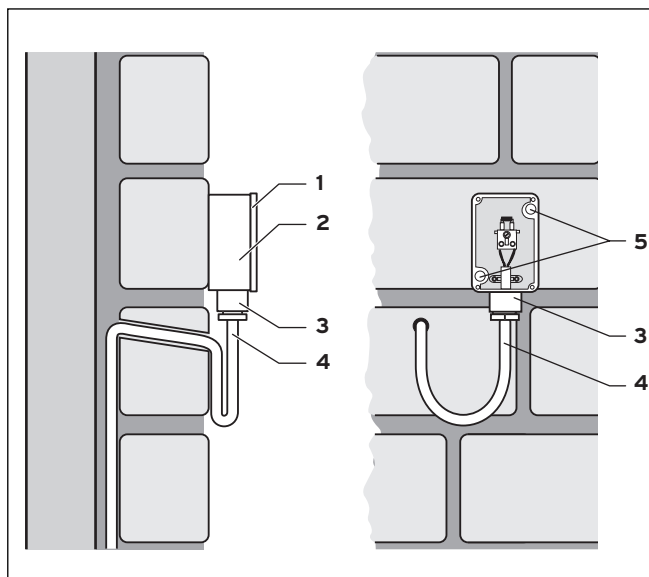

Рис. 4.2 Монтаж наружного датчика VRC 693
- ⇒ Подключите соединительный кабель к клеммам согласно рис. 4.2.